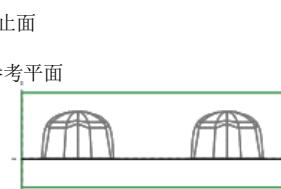

图 22.22 截面草图
(3) 绘制截面草图。选取坯料的边线和 **MAIN_PARTING_PLN** 基准平面为草绘参考，截面草图为一条线段。绘制完成图 22.22 所示的特征截面后，单击“草绘”操控板中的“确